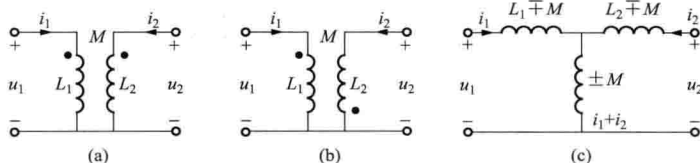

图 1-6 去耦等效电路
(2) 去耦等效电路。当两个耦合电感有一端相连接时，则等效成无耦合电感的电路，图 1-6（a）和图 1-6（b）分别表示同名端相连接和异名端相连接两种情况的电路，它们可以等效为图 1-6（c）所示的 T 形去耦等效电路（同名端相连接时取上面符号，异名端相连接时取下面符号）。在等效电路中，消除了各电感间的耦合，便于分析。